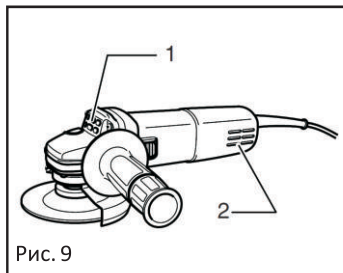

Рис. 9
- Каждый раз по окончании работы рекомендуется очищать корпус инструмента и вентиляционные отверстия (рис. 9) от грязи и пыли мягкой тканью или салфеткой. Устойчивые загрязнения рекомендуется устранять при помощи мягкой ткани, смоченной в мыльной воде. Недопустимо использовать для устранения загрязнений растворители: бензин, спирт и т.п. Применение растворителей может привести к повреждению корпуса инструмента.